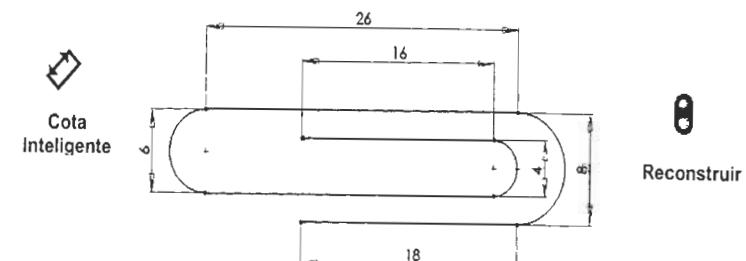

Figura 4.98. Acotación del trayecto del clip.
- Pulse sobre el icono de Croquis y seleccione la Herramienta de croquejar Línea. Croqueje el contorno indicado en la figura empezando desde el origen de coordenadas. Pulse Arco Tangente y realice las tres medias circunferencias del clip tal y como se indica en la Figura 4.98. Pulse y Recorte cada una de las rectas verticales del perfil inicial.